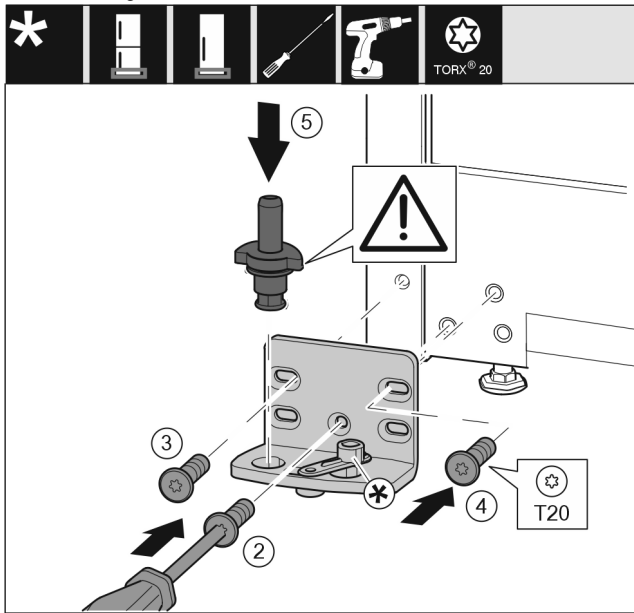

Fig. 15
- ▶ 将托架安装到另一侧，并借助螺丝刀旋紧。用螺钉 Fig. 15 (2) 从底部的中心开始。
- ▶ 拧紧螺钉 Fig. 15 (3) 和螺钉 Fig. 15 (4)。
- ▶ 将轴承螺栓 Fig. 15 (5) 完全装入。同时注意止动凸轮需指向后方。